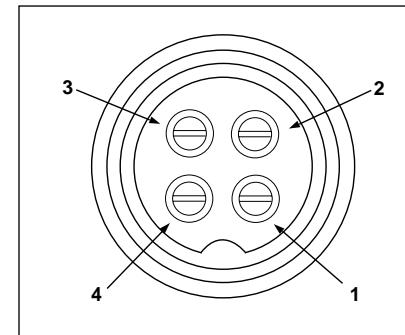

Figura 4. Números de pata de la clavija del micrófono, visto desde la parte trasera del receptáculo de las patas.
5. Ahora tiene que soldar los hilos metálicos a las patas, tal como se indica en las tablas de cableado. Si dispone de un tornillo de banco o herramienta de sujeción, utilícela para sostener el cuerpo del receptáculo de las patas durante la operación de soldado, para que pueda utilizar ambas manos en el soldado. Si no dispone de un tornillo de banco o herramienta de sujeción, el cuerpo del receptáculo de las patas puede mantenerse fijo introduciéndolo en el receptáculo del micrófono, localizado en el panel delantero. Los números de las patas de la clavija del micrófono se presentan en la figura 4, vistas desde la parte trasera de la clavija. Antes de soldar los hilos de conexión a las patas, estañe el receptáculo de cada pata de la clavija.